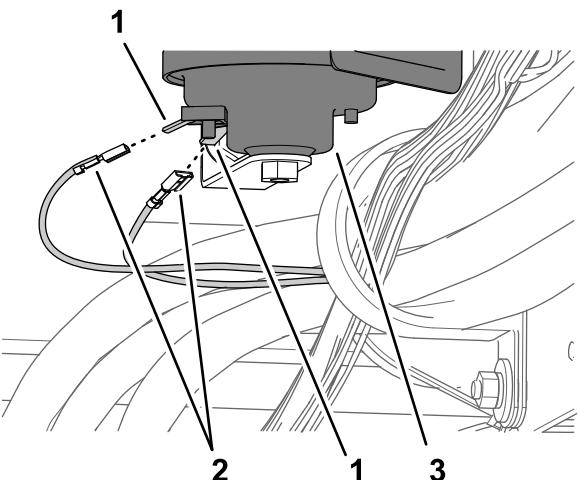

Figura 39
2. Collegate i 2 morsetti del cablaggio preassemblato indicati come AVVISATORE ACUSTICO ai 2 connettori elettrici a forcella dell'avvisatore acustico (Figura 39).